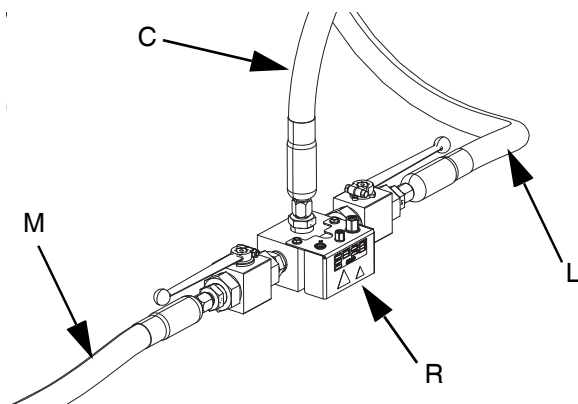

图 19
- c. 用串联软管 1 (L) 和串联软管 2 (M) 连接供料系统和串联端子 (R)。参见图 19。
- d. 将供料软管 1 (C) 连接到串联端子 (R)。参见图 19。